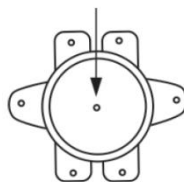

Рисунок 6
-нажать до щелчка кнопку, расположенную по центру термовыключателя, который находится рядом с ТЭНом (имеет круглую форму), рисунок 6;